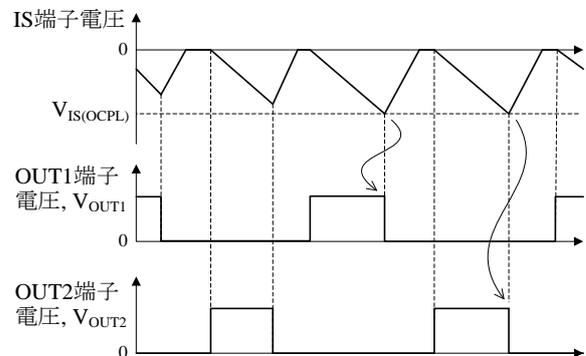

図 8-14 $V_{IS(OCPL)}$ による OCP 動作 (V_{OUT1} 、 V_{OUT2} のどちらかが High の場合)
1) 図 8-14 のように、 V_{OUT1} 、 V_{OUT2} のどちらか片方が High の場合は、High になっている端子の出力を Low にします。